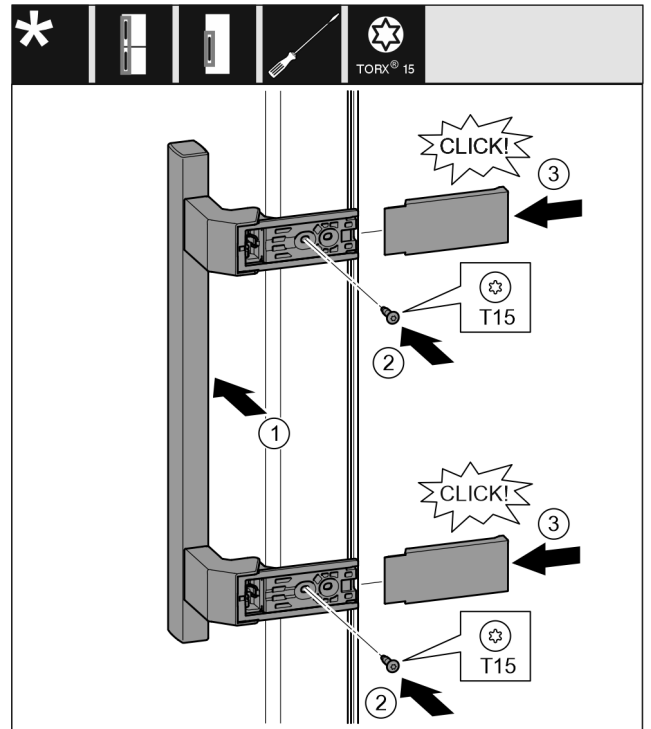

Fig. 19
- ▶ Vendosni dorezën në anën e kundërt. Fig. 19 (1)
- ▶ Mbërtheni fort vidat me një kaçavidë T15. Fig. 19 (2)
- ▶ Vendosni kapakët mbulues anash dhe shtyjini. Fig. 19 (3)